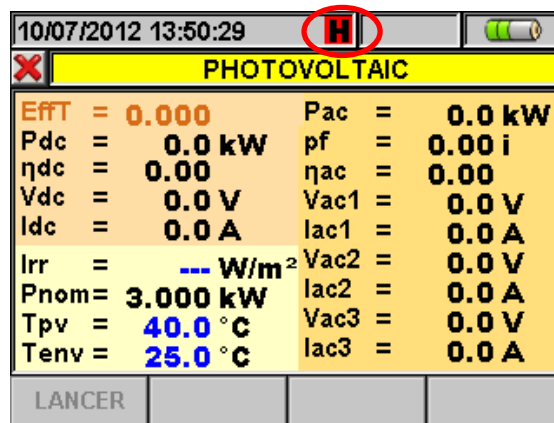

Fig. 4 : Activation de la fonction HOLD sur l'afficheur
- ✓ **HOLD** : Pour bloquer/débloquer la mise à jour en temps réel des valeurs dans toutes les pages-écrans même pendant un Engistrement. Le symbole « H » s'affiche à l'écran à chaque pression, comme la Fig. 4 le montre :